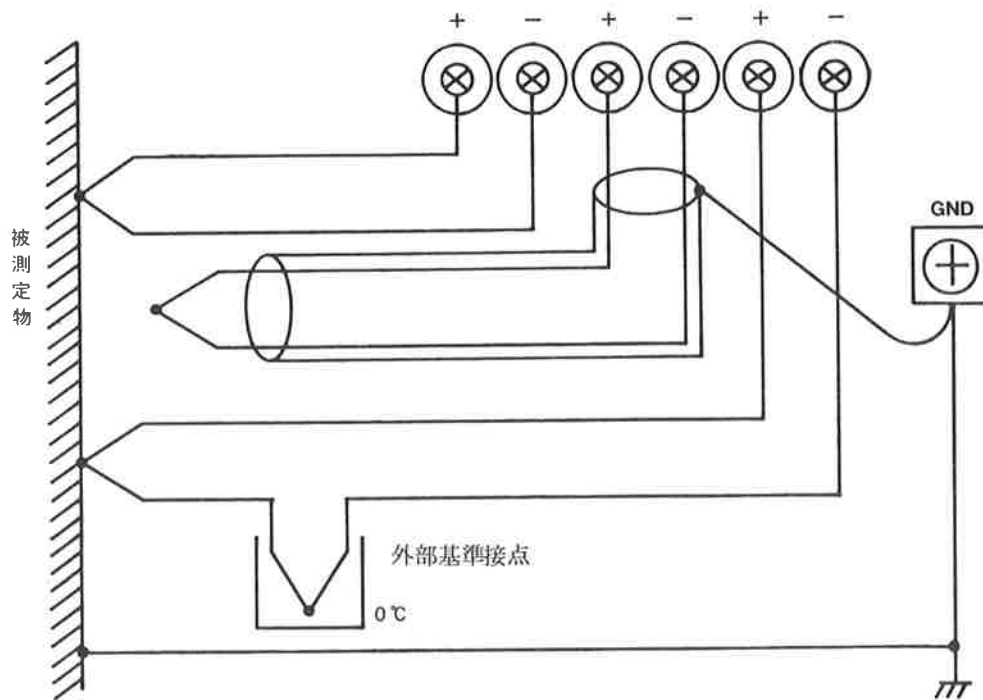

図 2-17 熱電対の接続例
- 外部基準接点補償で使用する場合は、基準接点用熱電対は非接地型を使用して下さい。〔図 2-17〕を参照して下さい。